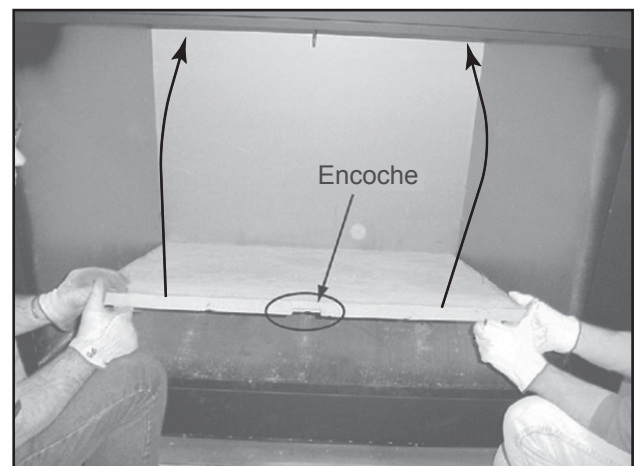

Figure 8.3 Installer la brique réfractaire arrière
- Placez la partie inférieure de la brique réfractaire arrière contre l'arrière du foyer et centrez-la d'un côté à l'autre. Voir la figure 8.3. Assurez-vous de le positionner de sorte que l'encoche soit en haut.